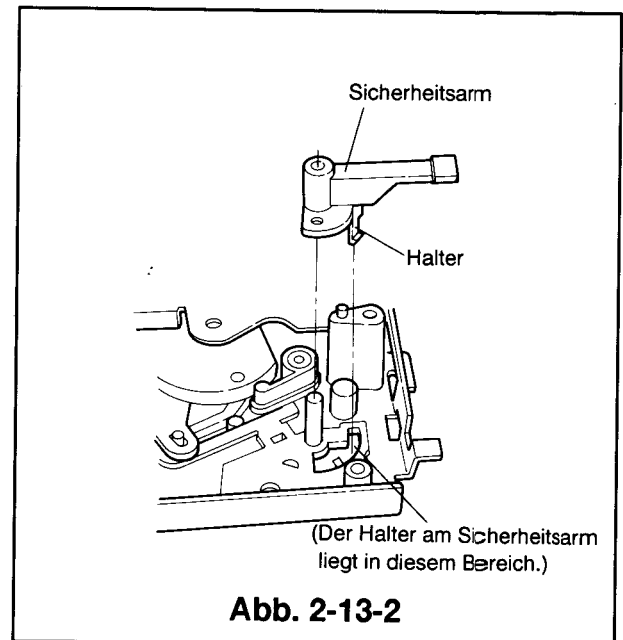

Abb. 2-13-2
- ① Das Laufwerk umdrehen, und den Sicherheitsarm an der Achse der Hauptplatte so befestigen, daß der Halter innerhalb des in Abb.2-13-2 gezeigten Bereichs liegt.
- ② Die Sicherheitsfeder und den Sicherheitshebel installieren. (siehe Artikel 2-12)
- ③ Das Kassettengehäuse installieren. (siehe Artikel 2-1)